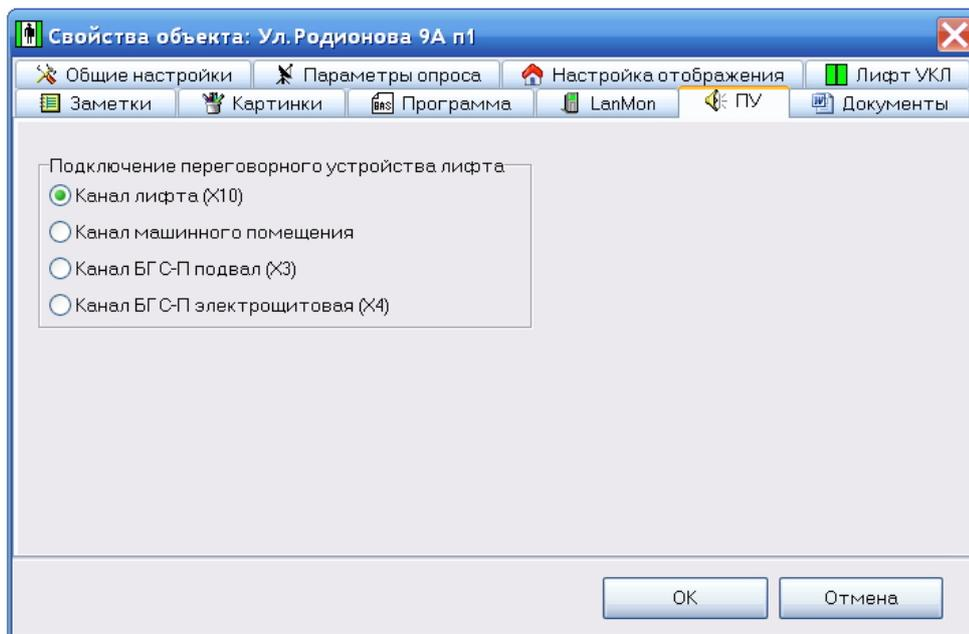

Рисунок 3 - Свойства объекта, вкладка «ПУ»
11. Перейдите на вкладку «ПУ» - Переговорное устройство (см. рисунок 3)